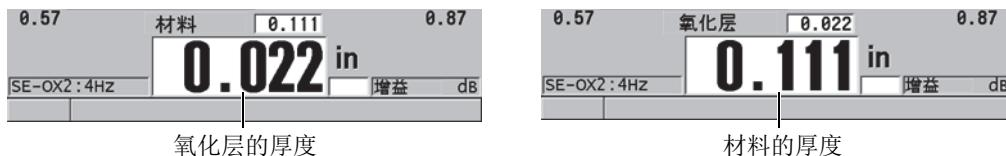

图 7-3 选择以较大字体显示的测量值
- c) 在**大字体**栏中，选择在测量屏幕中以大字体显示的测量值（参见第 103 页的图 7-3）。